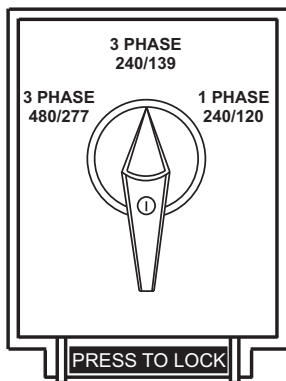

Figure 13. Sélecteur de tension
Une large gamme de tensions est disponible pour alimenter de nombreuses applications différentes. Les tensions sont sélectionnées à l'aide du **sélecteur de tension** (Figure 13). Pour obtenir certaines des tensions indiquées dans le tableau 7 (voir ci-dessous), il faut procéder à un réglage fin en utilisant le **bouton de commande du régulateur de tension (VR)** situé sur le panneau de commande.
Le sélecteur de tension (Figure 13) est situé au-dessus du panneau de connexion du fil dur du panneau de sortie. Il a été prévu pour faciliter la sélection de la tension..